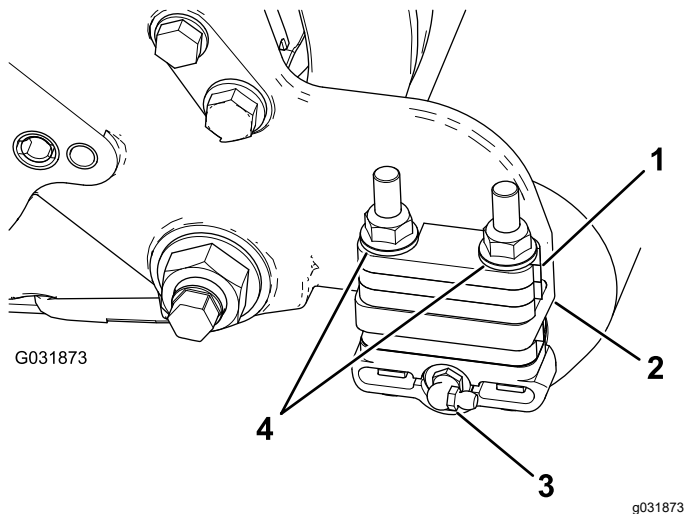

Figure 8
2. Montez le graisseur à 90° face à l'arrière (Figure 8).
3. Retirez les 2 contre-écrous à embase et rondelles qui fixent chaque support de rouleau aux plaques latérales (Figure 8).